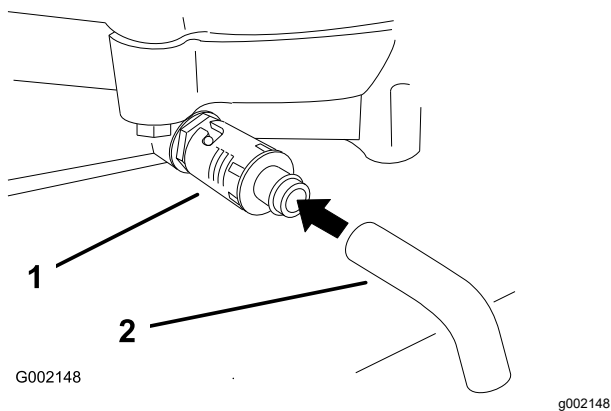

图 18
4. 在放油孔下放置一个盘子。旋转机油排放阀让机油排出图 18。